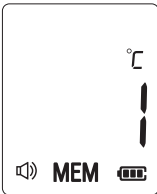

Abbildung 12
1. Halten Sie die **-**-Taste nach dem Einschalten des Thermometers und Ablauf des Starts bis Abbildung 6 oder nach Beendigung der Messung drei Sekunden lang gedrückt. Am unteren Rand des Displays erscheint die Angabe MEM (siehe Abbildung 12).